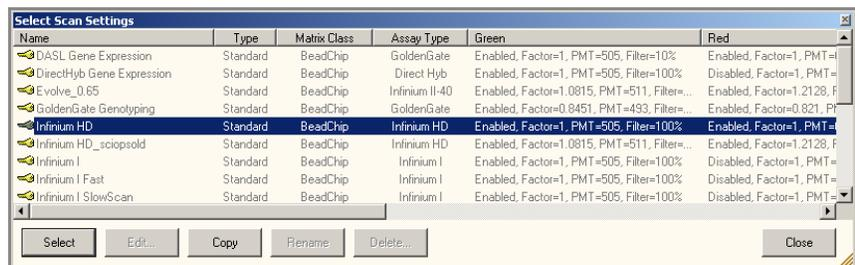

Рис. 91 Диалоговое окно выбора настроек сканирования
- с. Если значения полей **Sentrix Type** (Тип Sentrix) или **Scan Settings** (Настройки сканирования) указаны неправильно, нажмите **Browse(...)** (Искать), чтобы открыть диалоговое окно Select Scan Settings (Выбрать настройки сканирования) (Рис. 91).